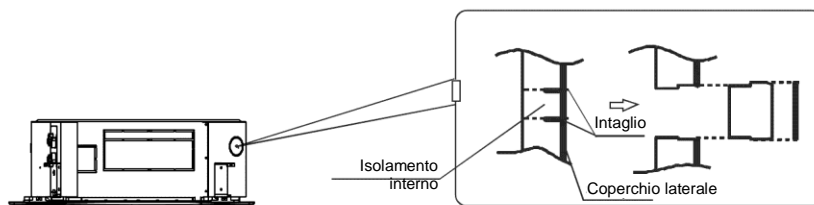

Fig. 5-4
- Ritagliare l'isolamento interno in corrispondenza del foro con un taglierino. (Vedere fig. 5-4.)